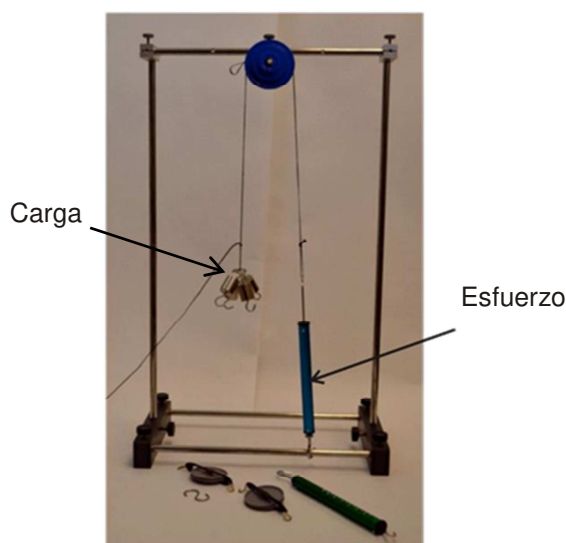

Figura 14-1
1. Instale el aparato como se muestra en la figura 14-1.
4. En la figura 14-1, marque la carga y el esfuerzo. La fuerza de la carga es igual a la fuerza de la gravedad en la carga y la lectura en el dinamómetro es la fuerza del esfuerzo.